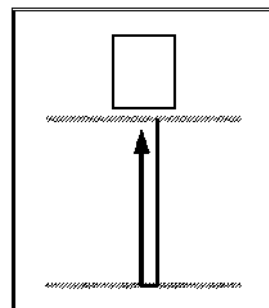

Рис. 2: Time of Flight (толщина)
- Дополнительные датчики на базе постоянных магнитов осуществляют замер толщины и выявление расслоений прямым лучом (см. рис.2).